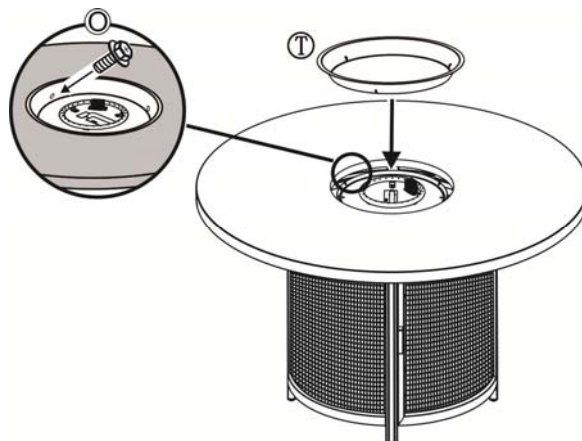

Figure 3
3. Placer l'anneau de protection du plateau du brûleur dans le brûleur de la base du foyer comme montré à la figure 3. Sécuriser l'anneau de protection du plateau du brûleur au plateau du brûleur en utilisant les trois vis M4.